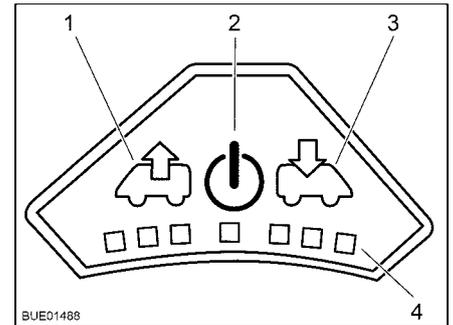

Fig. 87 Cuadro de mando del ventila-
- Pulsar la tecla On/Off (Fig. 87,2). El ventilador funciona en el modo confort (extracción con la velocidad más baja del ventilador).
- Para aumentar la velocidad del ventilador: Pulsar la tecla de extracción (Fig. 87,1). La velocidad del ventilador aumenta un nivel en el sentido de extracción de aire. Los LED (Fig. 87,4) muestran los niveles de ajuste.
- Para disminuir la velocidad del ventilador: Pulsar la tecla de ventilación (Fig. 87,3). La velocidad del ventilador disminuye un nivel.
- Para aumentar la velocidad del ventilador: Pulsar la tecla de ventilación (Fig. 87,3). La velocidad del ventilador aumenta un nivel en el sentido de ventilación. Los LED (Fig. 87,4) muestran los niveles de ajuste.
- Para disminuir la velocidad del ventilador: Pulsar la tecla de extracción (Fig. 87,1). La velocidad del ventilador disminuye un nivel.
- Pulsar la tecla On/Off (Fig. 87,2). El ventilador se detiene, los LED se apagan.